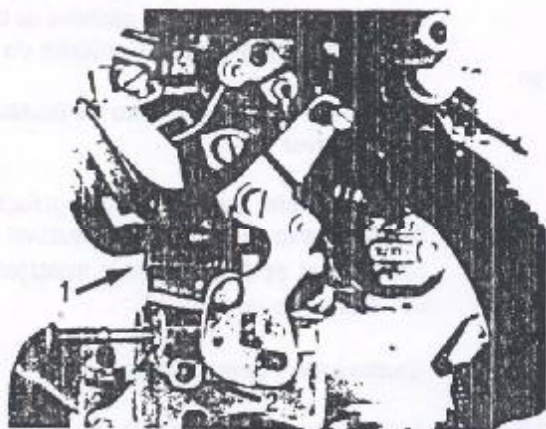

Figura 1.27.4 - Parafusos de ajuste do carburador
1. Regular a rotação de marcha lenta, através do parafuso (1), até obter o valor especificado (Figura 1.27.4).
2. Regular o índice de CO através do parafuso (2), até obter o valor especificado (Figura 1.27.4).